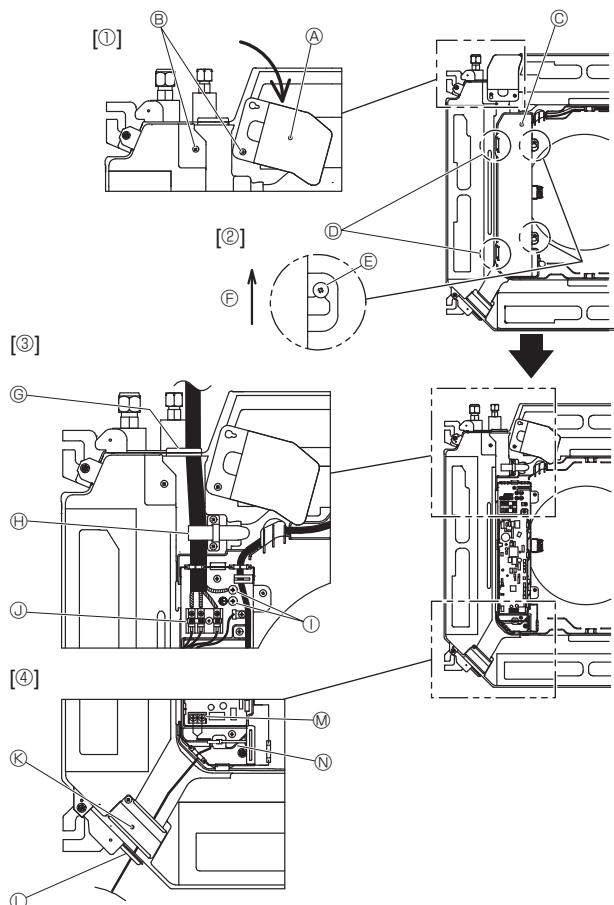

Fig. 6-1
6.1. Sezione interna (Fig. 6-1)
- Allentare le 2 viti che assicurano il pannello di servizio dei cablaggi elettrici, quindi ruotare il pannello. [Fig. 6-1 ①]
- Allentare le 2 viti che assicurano il coperchio della scatola elettrica, quindi far scorrere il coperchio. [Fig. 6-1 ②]
- Far passare il cavo di alimentazione, il cavo di connessione dell'unità interna/esterna e il cavo della messa a terra attraverso gli ingressi indicati nello schema. [Fig. 6-1 ③]
- Far passare e collegare il cavo di controllo remoto attraverso gli ingressi indicati nello schema. [Fig. 6-1 ④, Fig. 6-3]